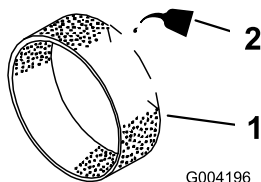

Figure 19
5. Imbibez le préfiltre de 30 à 60 ml (1 à 2 oz) d'huile moteur (Figure 19).